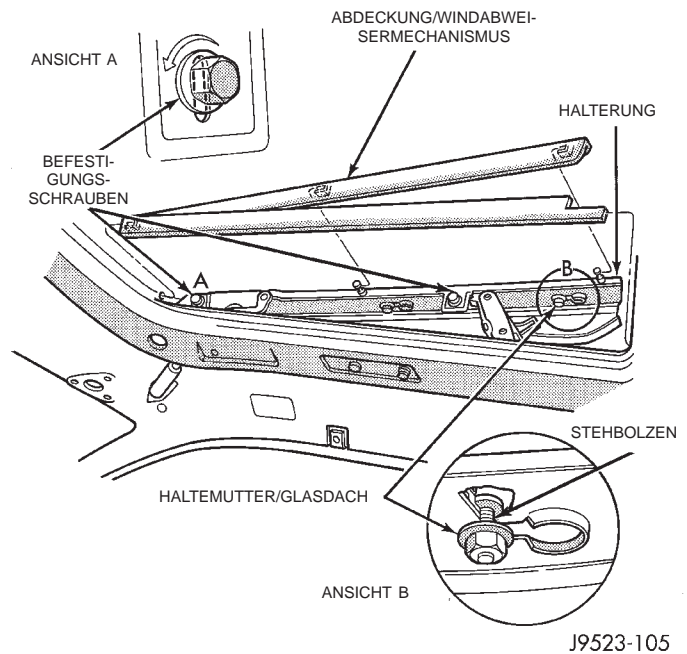

Abb. 5 Glasdach ausrichten
- (1) Scheibe in Belüftungsstellung bringen.
- (2) Abdeckungen des Windabweisermechanismus abbauen (Abb. 5).
- (3) Sonnenblende ganz nach hinten schieben.
- (4) Haltemuttern lösen, mit denen das Glasdach an den seitlichen Halterungen - wie in Abbildung B gezeigt - befestigt ist (Abb. 5).
- (5) Glasdach 12 mm (0,5 Zoll) nach hinten schieben und von der Schiebedacheinheit abnehmen.
(1) Windabweiser, Abdeckungen des Mechanismus und Glasdach abbauen.
(2) Glasdachträger in Belüftungsstellung bringen und die Einstellschraube nach hinten aus der Einstellhalterung schieben.
(3) Einstellhalterung hinten bis in die höchste vertikale Stellung anheben und Halterung vorn aus der Einheit lösen (Abb. 5).